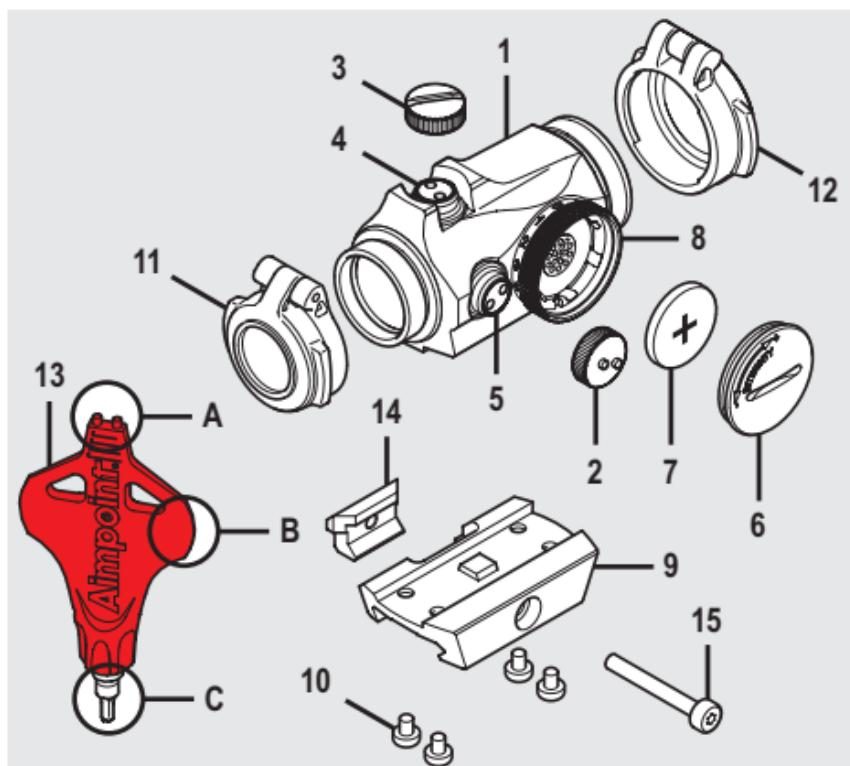

Fig. 1
- Retirez le couvercle de la batterie (6) à l'aide de l'outil (13B).
- Introduisez la pile (7) en orientant le pôle positif (+) vers le couvercle (6) comme illustré sur la Figure 1.
- Positionnez le commutateur (8) sur le réglage d'intensité 12 (max.) et serrez le couvercle de la batterie (6) à l'aide de l'outil (13B). Lorsque vous rencontrez une résistance, serrez jusqu'à ce que le couvercle de la batterie (6) arrive en butée.
- Vérifiez que le point rouge s'allume et qu'il n'y a aucun jeu entre le couvercle de la batterie (6) et le compartiment.